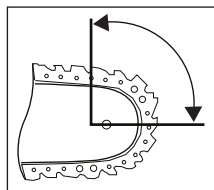

Fig. 1
- En berøring med skinnespidsen kan i nogle tilfælde medføre en uventet bagudrettet reaktion, hvor styreskinnen **23** løftes op i retning af brugeren (se fig. 1).